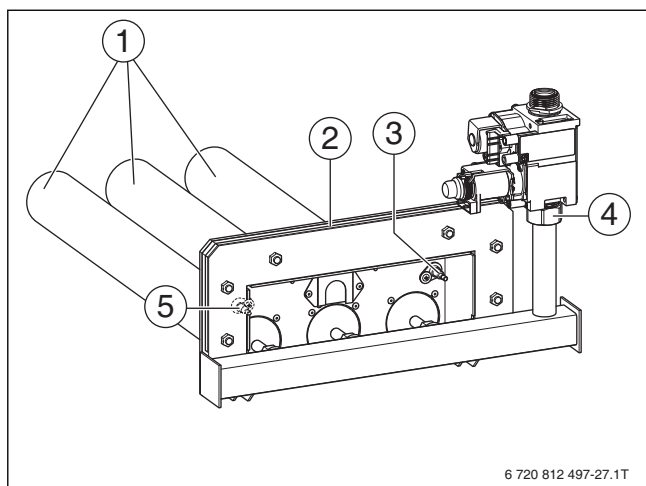

Рис. 39 Чистка горелки
- Присоедините клапан резьбовым соединением [4] с моментом затяжки 60-65 Н\*м, ориентируя его относительно фланца горелки (→ рис. 39, стр. 35).